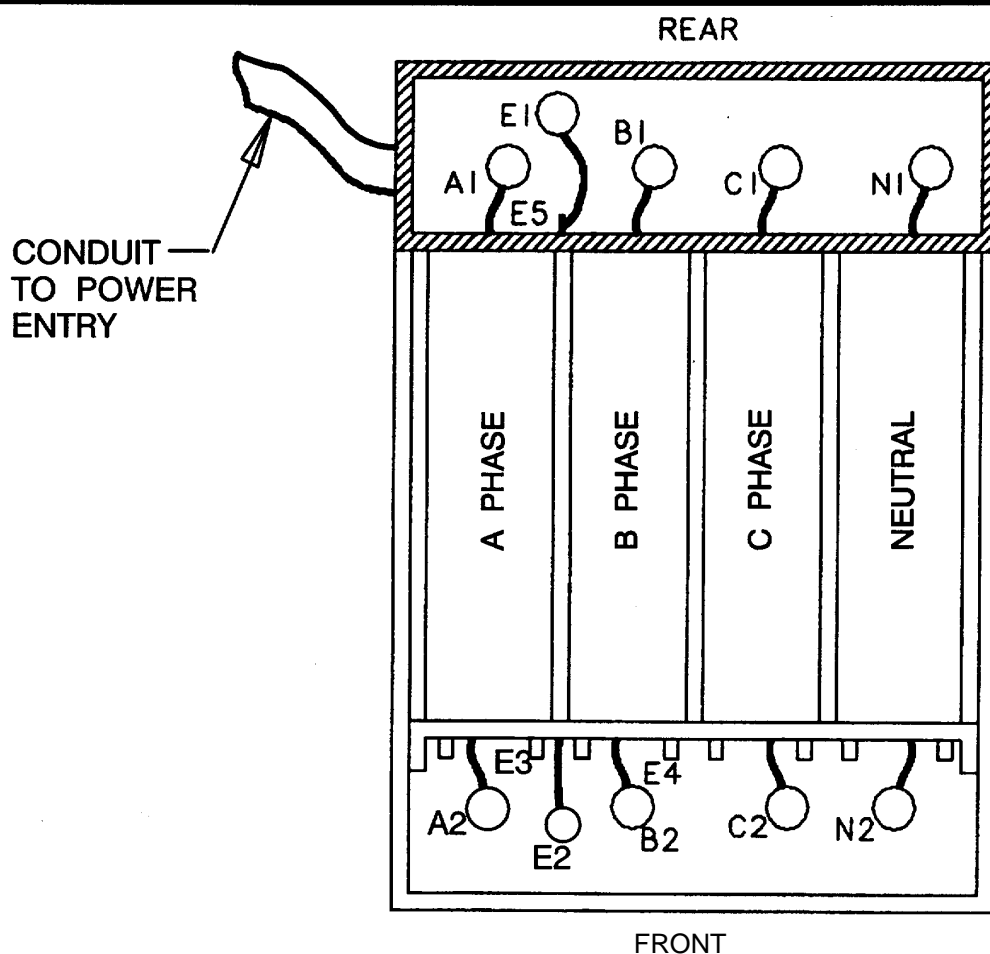

FIGURE 1 POWER FILTER
17. GROUND STUD E3 IS THE UPPER RIGHT MOUNTING STUD FOR THE LEFT MOST FILTER (A PHASE FILTER). GROUND STUD E4 IS THE UPPER RIGHT MOUNTING STUD FOR THE FILTER LOCATED ADJACENT TO THE LEFT MOST FILTER (B PHASE FILTER)SEE FIGURE 1 FOR PICTORIAL LOCATION.
18. GROUND STUD E5 IS LOCATED IN THE SHIELDED COMPARTMENT ON THE POWER ENTRY SIDE OF THE FILTER. SEE FIGURE 1.